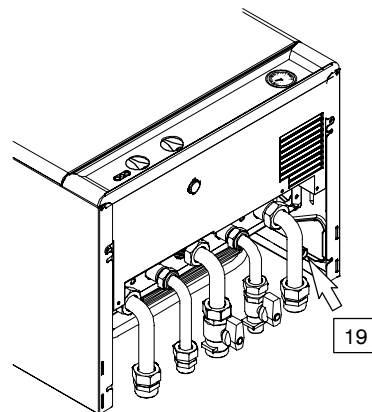

fig. 5.3
- 8 Collegare lo scarico della valvola di sicurezza 19 in fig. 5.3 ad un imbuto di scarico.